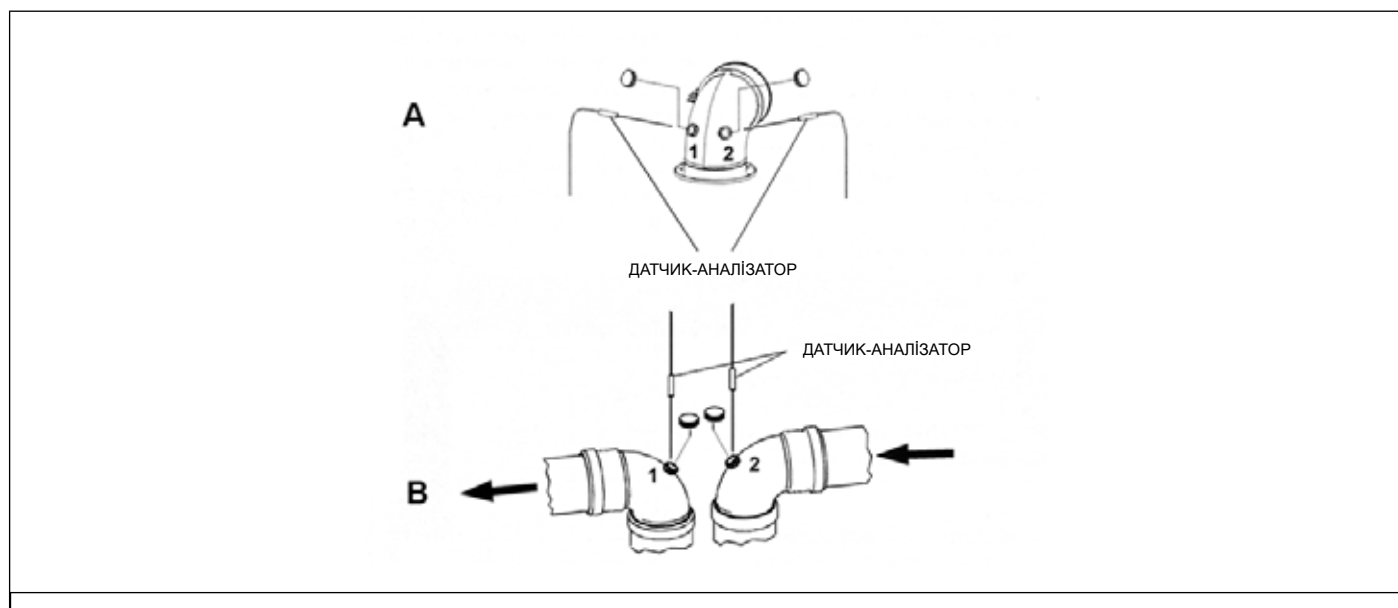

Рис. 22 Точки введення зондів при вимірюванні ККД
- виміряти температуру повітря що йде на горіння використовуючи отвір 2 (дивись від. **A** Рис. 22 Точки введення зондів при вимірюванні ККД).
- виміряти температуру димових газів та вміст CO2 використовуючи отвір 1 (дивись від. **A** Рис. 22 Точки введення зондів при вимірюванні ККД).
- виміряти температуру повітря що йде на горіння використовуючи отвір 2 (дивись від. **B** Рис. 22 Точки введення зондів при вимірюванні ККД).
- виміряти температуру димових газів та вміст CO2 використовуючи отвір 1 (дивись від. **B** Рис. 22 Точки введення зондів при вимірюванні ККД).